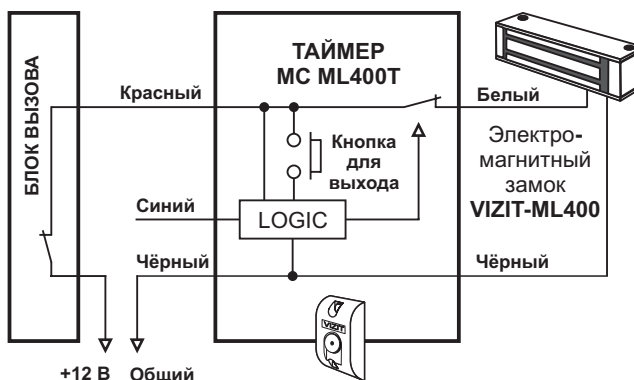

Рисунок 2 - Пример схемы соединений при управлении таймера внешними нормально замкнутыми контактами
- при отключении цепи питания таймера внешними нормально замкнутыми контактами (рисунок 2).